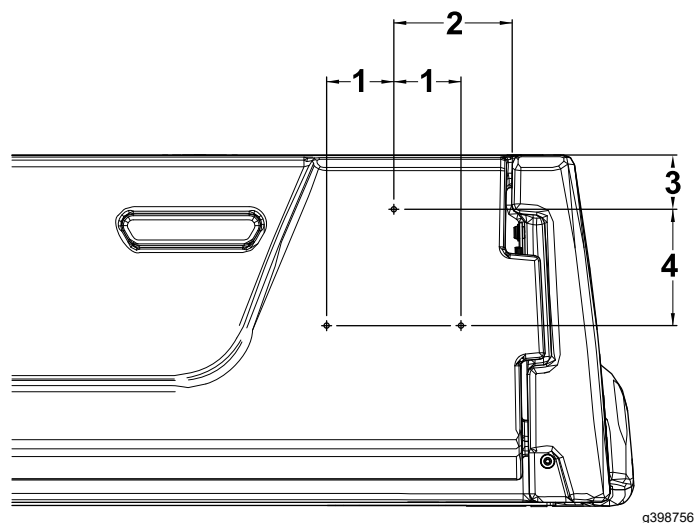

図 17
1. テールゲートの右側で、ゲートの右端から 130 mm の位置と、ゲート上部から 60 mm の位置にマーキングする図 17。.
5. これら 3 ヶ所に穴を開ける図 17。
2. ステップ 1 で付けたマークから下へ 128 mm の位置と、左右それぞれ 74 mm の位置にマーキングする図 17。
3. マークを打った場所 3 ヶ所に直径 5 mm の穴を開ける図 17。